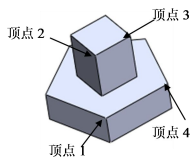

图 7-42 选择顶点
(1) 单击**【曲线】**工具栏中的**【通过参考点的曲线】**按钮或者单击**【插入】|【曲线】|【通过参考点的曲线】**菜单命令, 系统打开**【通过参考点的曲线】**属性管理器。
(2) 在图形区域选择如图 7-42 所示的顶点 1~顶点 4, 此时在图形区域可以预览到生成的曲线, 单击**【确定】**按钮, 生成通过参考点的曲线, 如图 7-43 所示。